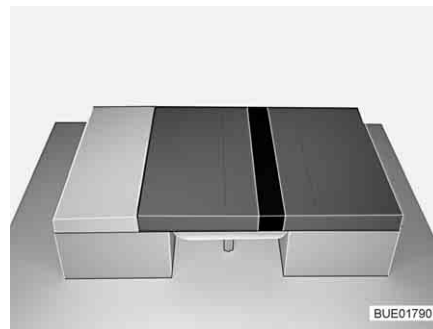

Fig. 96 Dopo la trasformazione
- Collocare il cuscino aggiuntivo tra i cuscini del divano (vedi Fig. 96).